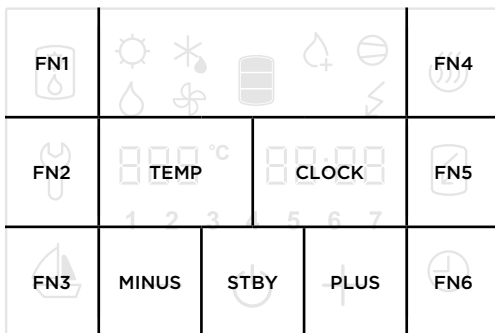

Bild 14: Felder auf dem Bildschirm
- Drücken und halten Sie Feld **4** am Bildschirm (Bild 14), um die Serviceregime-Funktion einzuschalten.
- Wenn Sie auf die rechte Nummer drücken (das Feld **CLOCK** auf dem Bild 14), kommen Sie zum nächsten Parameter.